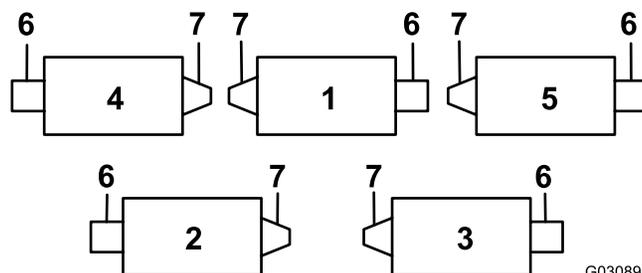

**Figura 5**
- C. Montate il bullone del tubo della molla sull'aletta opposta, sul telaio portante, e fissatelo con il dado flangiato. Posizionate la testa del bullone sul lato esterno dell'aletta, come illustrato nella Figura 5.
- D. Montate la staffa dell'asta sulle alette degli elementi di taglio usando i bulloni a testa tonda e i dadi (Figura 5).